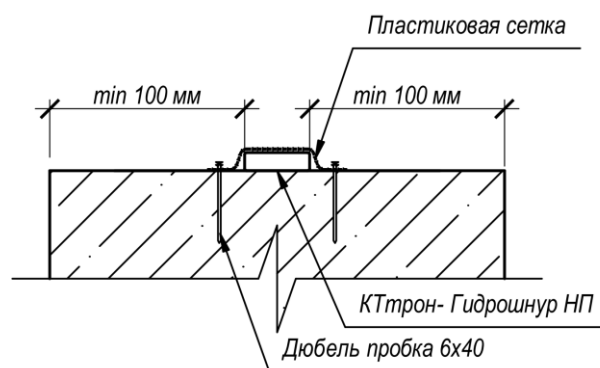

Рис. 5
- Прикрепить профиль с помощью сетки-серпянки и дюбель-пробок согласно рис. 5. Шаг крепления – 100 ... 400 мм в зависимости от неровности поверхности. В местах стыковки шнура необходимо устраивать перехлест не менее 200 мм и выполнять установку дополнительного крепления аналогичной схемы.